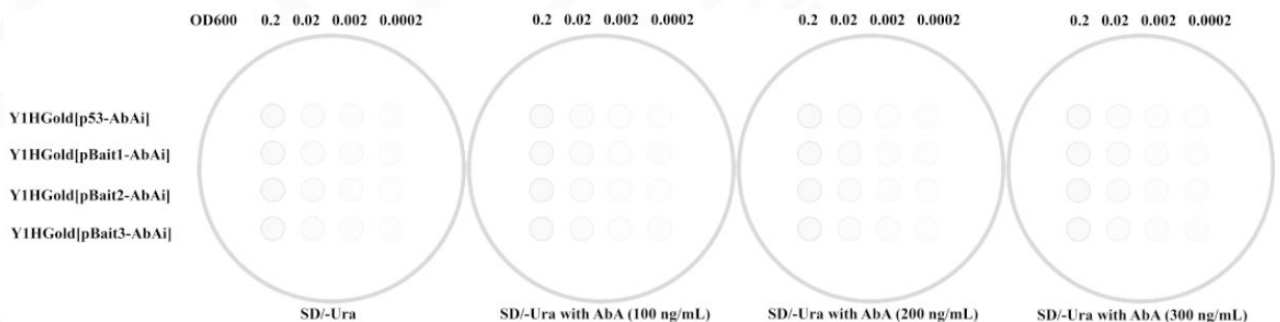

图 1 点板筛选 AbA 最佳使用浓度的示意图
3. 分别点板 10  $\mu$ L 于 SD/-Ura; SD/-Ura with AbA(100 ng/mL、200 ng/mL、300 ng/mL、500 ng/mL、800 ng/mL、1000 ng/mL)平板，如图 1 所示。
3. 按照先实验组后对照组的顺序，分别点板 10  $\mu\text{L}$  于相应的 SD/-Leu with AbA\*平板，参考图 1。